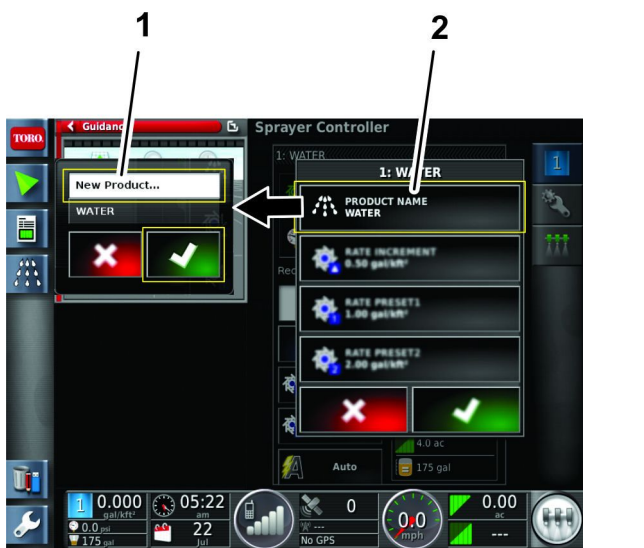

Figura 27
5. Nella finestra di configurazione del prodotto, premete l'icona ELENCO SELEZIONE PRODOTTO (Figura 27).
6. Premete l'icona NUOVO PRODOTTO..., quindi l'icona di conferma (Figura 27).